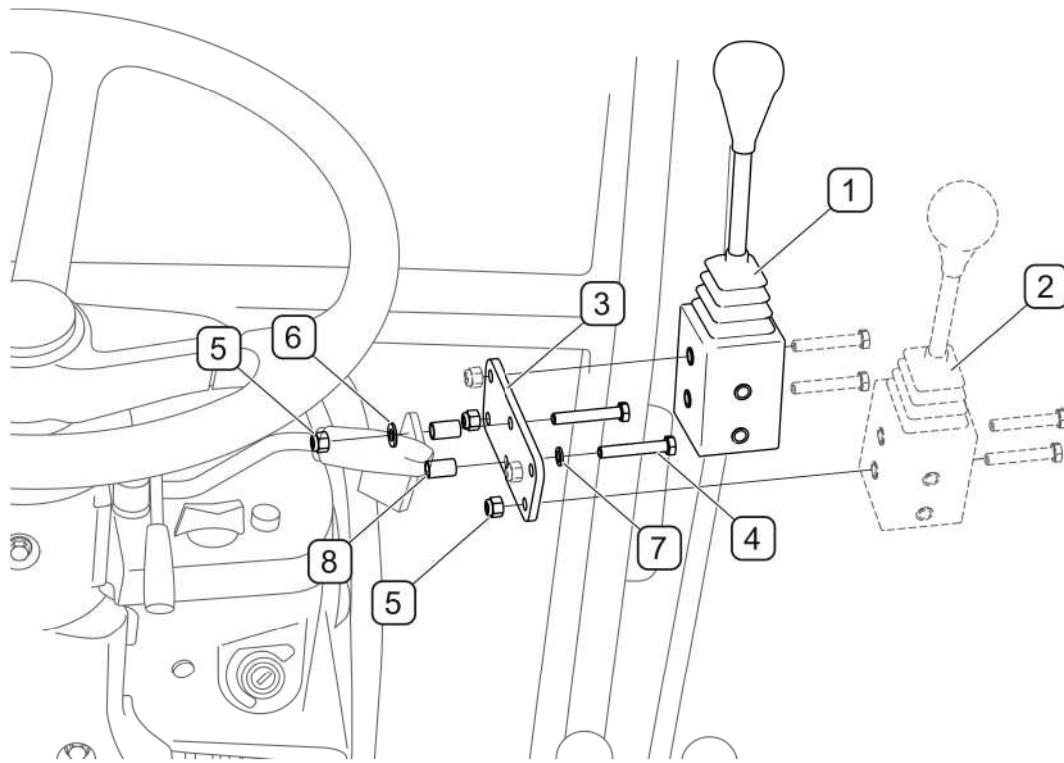

РИСУНОК 4.15 А Монтаж рычага управления в тракторах KIOTI DK451C и DK551C
(1)- рычаг управления погрузчиком; (2)- рычаг управления внешней гидравликой (трактора); (3)- кронштейн для рычага; (4)- болт M8x50; (5)- гайка M8; (6)- шайба 8-100HV; (7)- упругий шайба Z8; (8)- дистанционная втулка;
Для монтажа рычага управления погрузчиком в тракторах KIOTI DK451C и DK551C (РИСУНОК 4.15 А) нужно демонтировать существующий рычаг (2) управления внешней гидравликой (если трактор оснащен таким рычагом) и прикрепить вместо него кронштейн (3), к которому будет крепиться рычаг (2) и рычаг (1) управления погрузчиком. Для крепления рычага к кронштейну нужно использовать имеющиеся соединительные элементы.